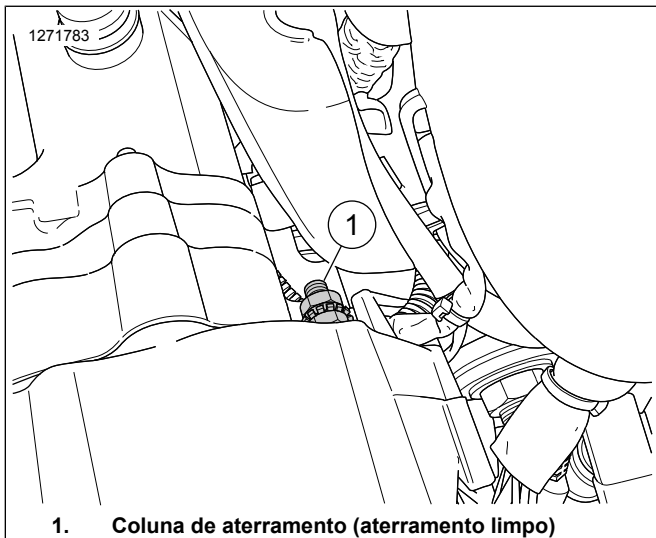
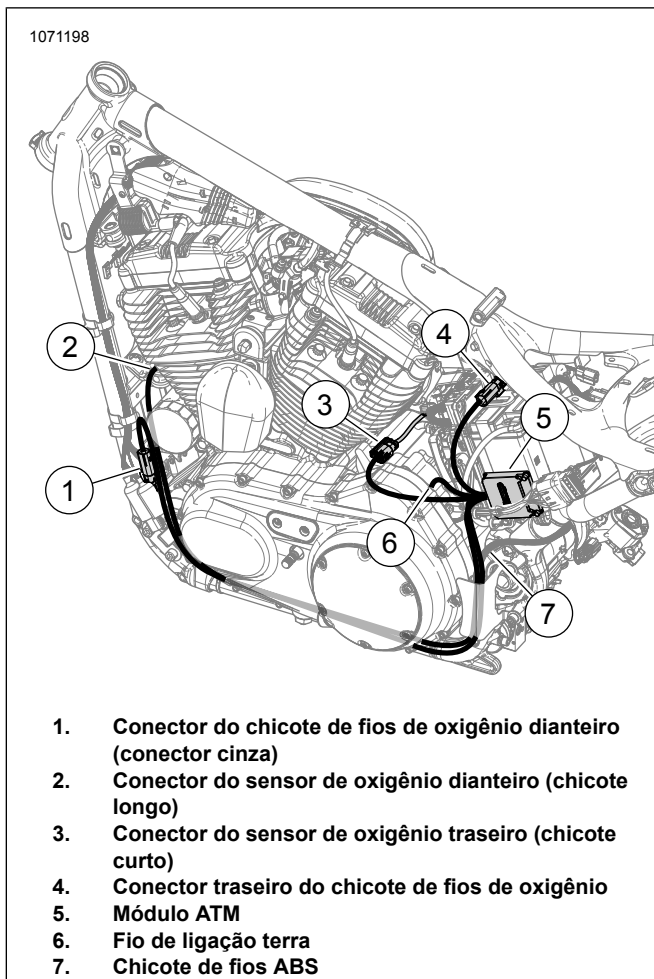

Figura 49. Terra do Sportster
Figura 50. Orientação do chicote de fios ATM (suporte do local)
12. Veja Figura 50. Instale o módulo ATM (5).
- c. Remova a parte traseira adesiva da fita dupla face e instale o ATM (1) na lateral da cinta da bateria.
Veja Figura 49. A coluna de aterramento (1) está localizada atrás da tampa primária na metade esquerda da carcaça.
Veja Figura 50. Oriente e conecte o fio de ligação terra (6) do ATM na coluna de aterramento **limpo**. Aperte com torque de: